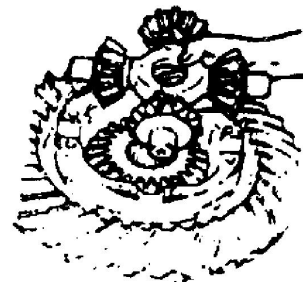

图 3-14
- 4) 拆除行星齿轮和十字轴总成，再从十字轴上拆下止推垫片和行星齿轮（图 3-14）；